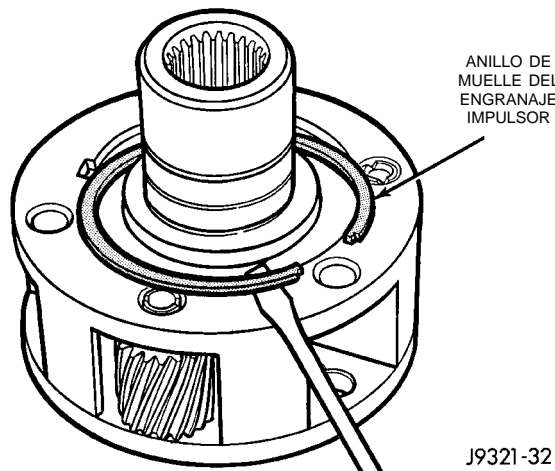

Fig. 38 Desmontaje del anillo de muelle del engranaje impulsor
- (1) Retire el anillo de muelle que retiene el engranaje impulsor en el engranaje de la escala de primera (Fig. 38).